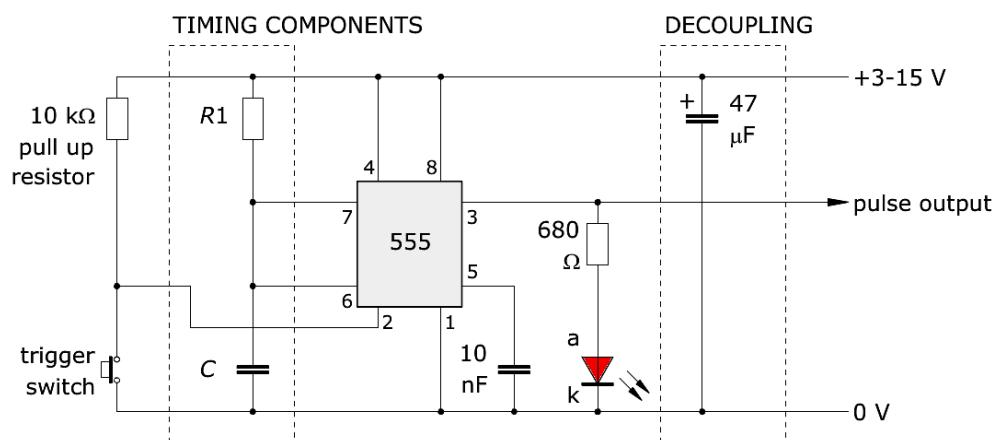
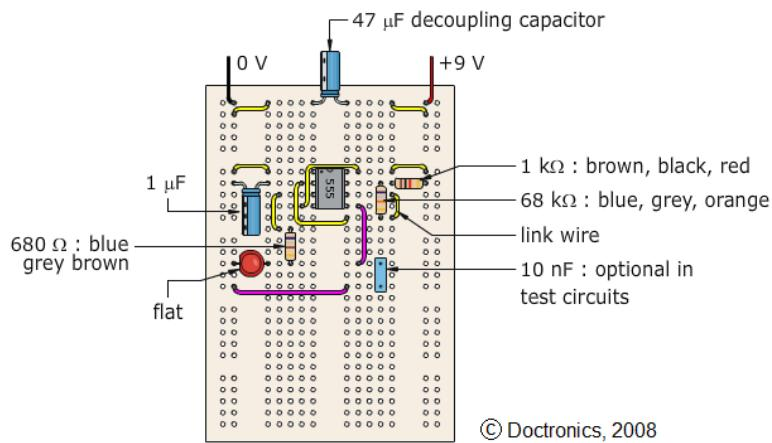

Figura 3.62 – Circuito monoestável com o CI 555. Fonte: <http://www.doctronics.co.uk/555.htm#inside>
Figura 3.63 – Montagem em *protoboard* de um CI 555 no modo monoestável.
**Exemplo 77** – Circuito monoestável prático com o CI 555 (Figura 3.62). O leiaute da montagem deste circuito em matriz de contatos (*protoboard*) pode ser visto na Figura 3.63.